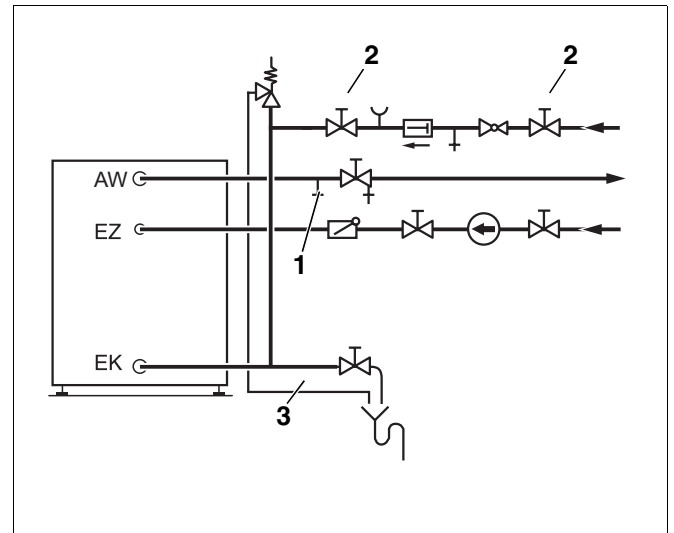

Fig. 9 Installazione secondo la norma DIN 1988 (illustrazione schematica)
- Aprire la valvola d'aerazione e disaerazione (fig. 9, **pos. 1**) oppure il rubinetto di erogazione posto nel punto più alto, per sfiatare l'accumulatore di acqua calda.
- Aprire la valvola d'intercettazione all'ingresso dell'acqua fredda EK (fig. 9, **pos. 2**) per caricare l'accumulatore di acqua calda.
- Prima dell'accensione verificare che la caldaia, l'accumulatore di acqua calda e la rete di tubazioni siano stati caricati (riempire con acqua). A tale scopo aprire la valvola d'aerazione e disaerazione (fig. 9, **pos. 1**).
- Lasciare la tubazione di sfogo della valvola di sicurezza (fig. 9, pag. 13) sempre aperta.
- la tubazione di sfogo della valvola di sicurezza (fig. 9, pag. 13) deve rimanere sempre aperta.